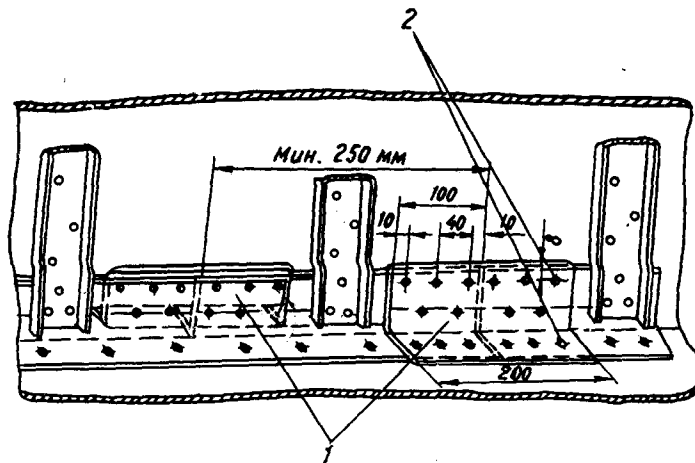

Рис. 2.2.5. Стык вкладыша со шпангоутом при устранении повреждения шпангоута на длине более 100 мм:
<p>3.1.3. Отремонтируйте трещины в углу полки шпангоута (некоррозионного происхождения).</p> <p>3.1.3.1. Засверлите концы трещины сверлом \varnothing 2 мм. Длина трещины допускается не более 30 мм. Если длина более 30 мм, повреждение устраните согласно пп. 3.1.1 или 3.1.2 настоящей ТК.</p> <p>3.1.3.2. Изготовьте накладку из заготовки уголка того же сечения и материала. Накладка должна перекрывать концы трещины на сторону на 100 мм (т. е. длина наклейки должна быть не более 230 мм). Высверлите старые заклепки в месте установки наклейки. Плотно подгоните накладку по внутренней полости уголка шпангоута путем зашлифовки угла наклейки напильником, просверлите отверстия в накладке, используя старые отверстия в шпангоуте, и приклепайте на заклепки.</p> <p>3.2. Отремонтируйте шп. № 4 и 5.</p> <p>3.2.1. Отремонтируйте повреждение шпангоута в нижней части (профили ШО114-0-2,3 и ШО114-0-4,5) не превышающее по длине 100 мм. Повреждение устраняется удалением поврежденного участка с установкой вкладыша и наклейки аналогично п. 2.1.1 настоящей ТК (рис. 2.2.4.).</p> <p>3.2.2. Отремонтируйте повреждение в нижней части, превышающее по длине 100 мм.</p> <p>3.2.2.1. Вырежьте поврежденный участок шпангоута. Длина вырезанного участка шпангоута должна быть не менее 500 мм. Разрезы шпангоута выполните так, чтобы стыки полок шпангоута в одном разрезе находились в разных сечениях на расстоянии, равном не менее 250 мм (рис. 2.2.5). В зоне установки башмака шасси производить стык заменяемого участка шпангоута запрещается.</p> <p>3.2.2.2. Изготовьте новый участок шпангоута (вкладыш) и подгоните его по месту.</p> <p>3.2.2.3. Изготовьте четыре наклейки (по две на стык) длиной 200 мм и подгоните по месту внутренней полости полки шпангоута.</p>
3.2.2.4. Установите участок шпангоута (вкладыш) на место, установите накладки, просверлите отверстия $\varnothing 4,1$ мм и прикрепите на заклепки согласно рис. 2.2.5.